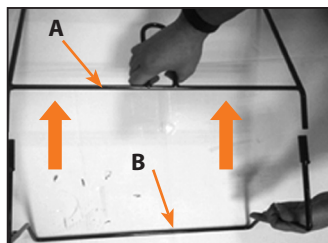

Рис. 6
1. Соедините металлические части каркаса **A** и **B** между собой (рис.6)